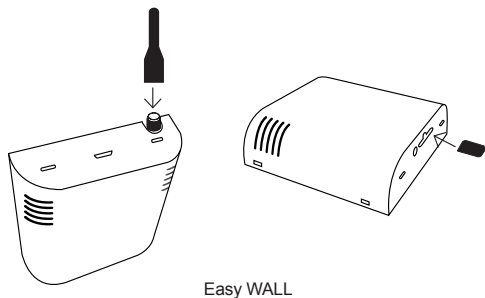

Fig.3
**Attenzione:** assicurarsi che Easy non sia alimentato dalla rete elettrica e che non siano inserite le batterie prima di inserire o rimuovere la SIM card (Fig.3).